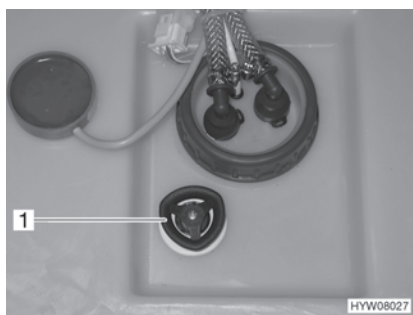

Bild 112 Vattentank med ratt
- Vrid ratten (Bild 112,1) på vattentanken medurs till stoppläget.
- Vrid ratten (Bild 112,1) på vattentanken moturs till motståndet. Vattnet rinner ut tills ca 20 liter är kvar.